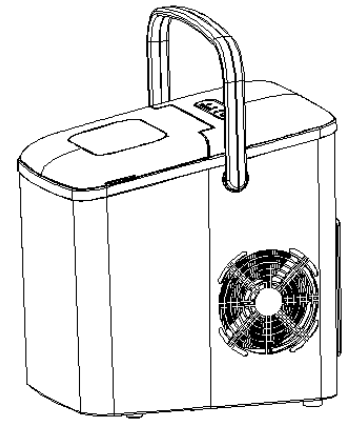

Fig.3
- 4) Sostenga el centro del mango y levántelo hacia arriba (consulte la Fig. 3), verifique y asegúrese de que no se encuentre ninguna condición anormal.